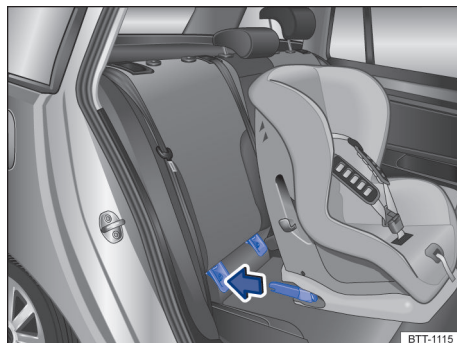

Fig. 54 Instalar a cadeira de criança ISOFIX com os braços de apoio com ajuda dos auxílios de inserção (representação esquemática)
- Inserir os braços de apoio da cadeira de criança nas ancoragens ISOFIX no sentido da seta → Fig. 54. A cadeira de criança deve engatar de modo seguro e audível.